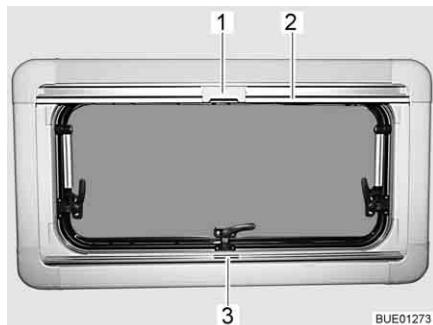
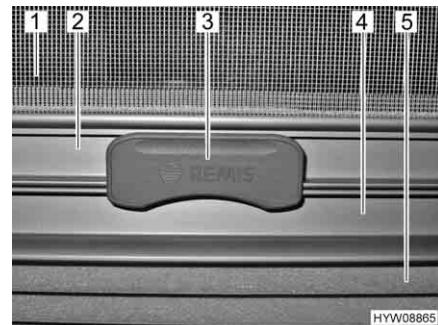

Fig. 38 Finestra apribile
Fig. 39 Aggancio
La tendina oscurante pieghevole (Fig. 39,5) è montata nella cassetta inferiore.
- Afferrare la tendina oscurante pieghevole per la parte centrale della barra di presa (Fig. 38,3 e Fig. 39,4), tirarla dal basso verso l'alto e rilasciarla nella posizione desiderata. La tendina oscurante pieghevole rimane in questa posizione.
La zanzariera a rullo (Fig. 39,1) è montata nella cassetta superiore.
- Tirare la zanzariera a rullo accompagnandola con la barra di presa (Fig. 38,2 e Fig. 39,2) verso il basso, fino a quando la barra di presa non arriva a contatto con la tendina oscurante pieghevole (Fig. 39,4).
- Bloccare l'aggancio (Fig. 38,1 e Fig. 39,3) della zanzariera a rullo nella barra di presa della tendina oscurante pieghevole. Se l'aggancio risulta bloccato, la tendina oscurante pieghevole e la zanzariera a rullo possono essere spostate insieme.
- Premere in alto l'aggancio (Fig. 39,3) sulla zanzariera a rullo.
- Ricondurre lentamente la zanzariera a rullo accompagnandola con la barra di presa (Fig. 38,2).